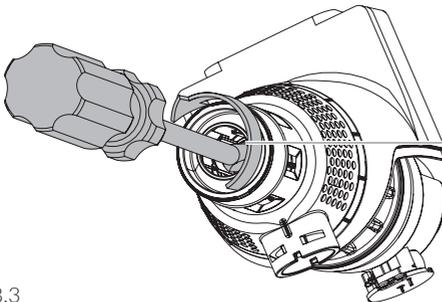

Abb. 8.3
- / Abb. 8.3 / 8.4: Demontage des Ablauftrichters